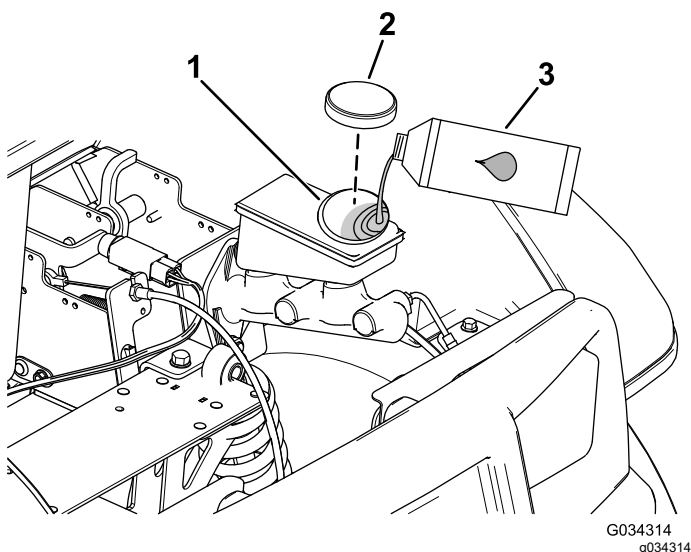

Figure 64
4. Soulevez le capot pour accéder au maître-cylindre de frein et au réservoir (Figure 64).
- A. Nettoyez la surface autour du bouchon du réservoir et enlevez le bouchon (Figure 64).
- C. Remettez le bouchon du réservoir (Figure 64).